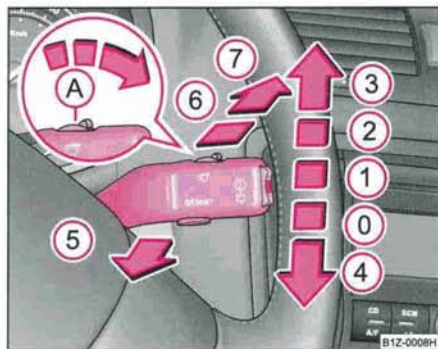

Fig. 55 Manette des essuie-glaces
La manette des essuie-glaces ⇒ fig. 55 peut être mise sur les positions suivantes:
- Si c'est le balayage lent (2) ou rapide (3) qui est activé ⇒ page 76, fig. 55 et si la vitesse du véhicule descend en dessous de 4 km/h, le système passe automatiquement sur le niveau de balayage directement inférieur. Il repasse sur le balayage précédent lorsque le véhicule recommence à rouler à plus de 8 km/h.
Les phares sont nettoyés toutes les cinq aspersion du pare-brise à condition que les feux de croisement ou les feux de route soient allumés et que la manette des essuie-glaces soit maintenue une 1 seconde environ sur la position (5) ⇒ page 76, fig. 55.
- Poussez ensuite durant les 20 secondes suivantes la manette des essuie-glaces sur la position (4) ⇒ page 76, fig. 55 - les balais se mettent sur la position Maintenance.